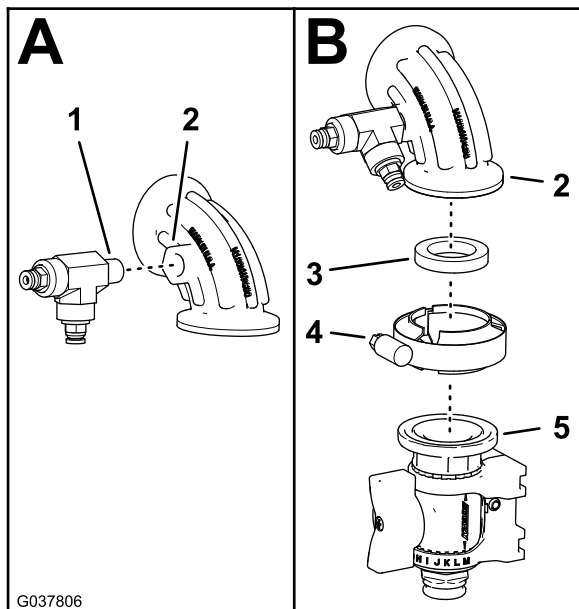

图88
- 将在**断开压力传感管和供水软管——可选喷枪套件或电动软管卷套件 (页码 8)**的步骤 4 中卸下的 形接头插入带压力端口的 90° 弯头**图88**。
6. 使用垫片 25 x 35mm 和法兰夹具 4064mm 将 90° 弯头安装到法兰切断阀**图88**。